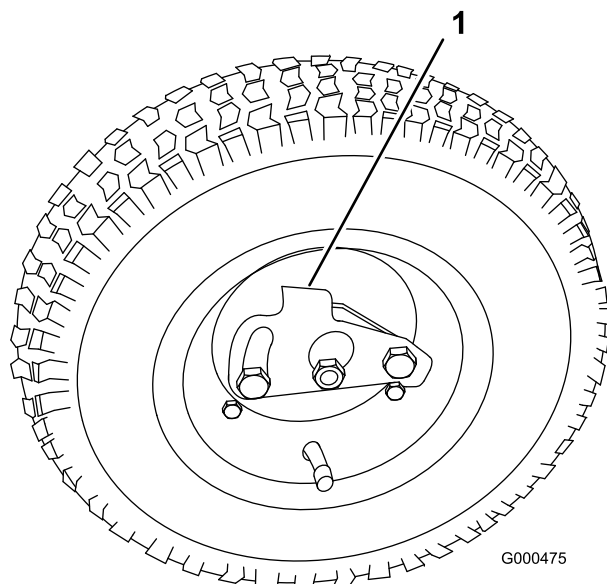

Bild 19
2. Drücken Sie den Radarretierclip zur Mitte des Rads und schieben Sie das Rad auf die Sechskantwelle (Bild 19).